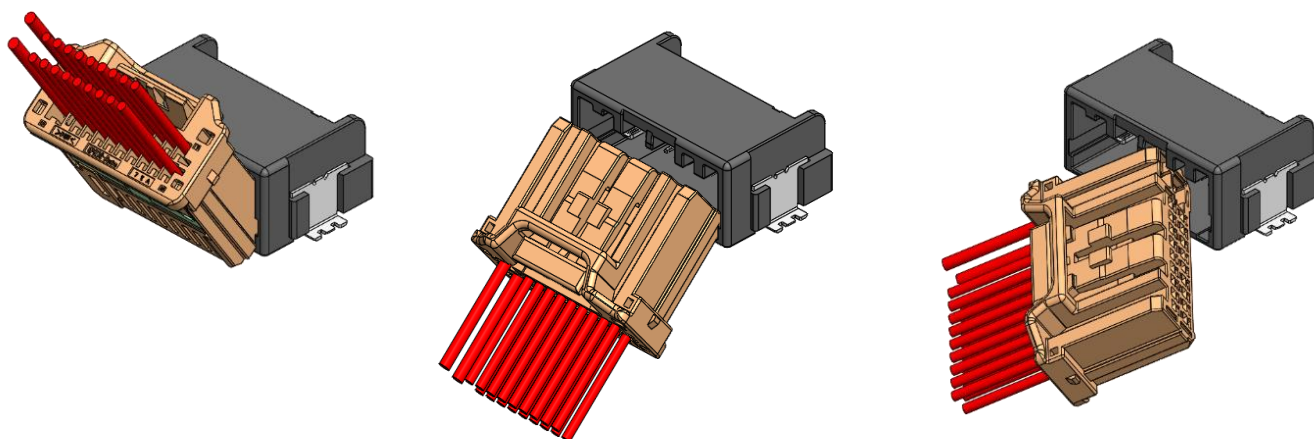

図 42.コネクタ無理嵌合姿勢
- ①コネクタを正規の向き以外、もしくは図 42 に示すような姿勢で無理に押し込まないで下さい。